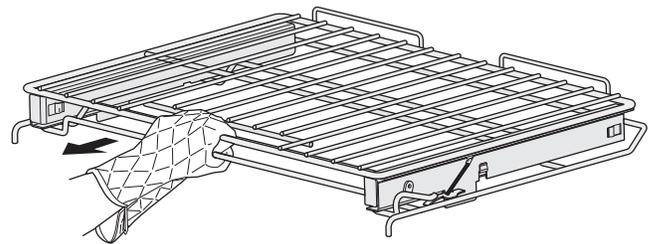

Figura 11: Extracción de la parrilla deslizante del horno
2. Mientras sostiene la palanca de liberación, tire la parrilla deslizante para sacarla del horno hasta que alcance el tope (Vea la figura 11).